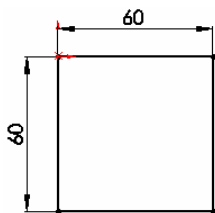

图 5-74 绘制的草图
- ① 设置基准面。在左侧的“FeatureManager 设计树”中用鼠标选择“前视基准面”作为绘制图形的基准面。
- ② 绘制草图。选择菜单栏中的“工具”→“草图绘制实体”→“矩形”命令，以原点为一角点绘制一个矩形并标注尺寸。结果如图 5-74 所示。